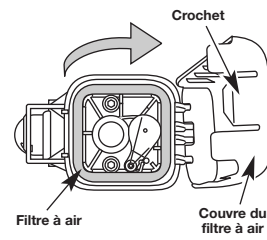
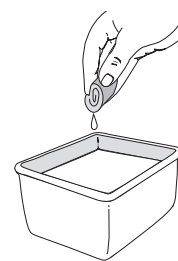

Fig. 21
Fig. 22
REMARQUE : Mesurez la quantité nécessaire à l'aide de la bouteille et de la buse utilisées lors de la mise en service. 90 ml (3,04 oz) correspond environ au haut de l'étiquette de la bouteille (Fig. 22). Vérifiez le niveau d'huile avec la jauge. S'il est trop bas, ajoutez un peu d'huile par l'orifice et revérifiez (Fig. 21). Ne remplissez pas trop.
1. Ouvrez le couvercle du filtre à air. Enfonchez la languette située à droite du couvercle, tirez celui-ci vers vous pour le dégager du boîtier du filtre à air (Fig. 21).
2. Retirez le filtre à air et l'écran derrière lui (Fig. 21).
3. Lavez le filtre dans un mélange d'eau et de détergent (Fig. 22).
La vitesse de ralenti du moteur est réglable à l'aide d'une vis de réglage accessible par un trou situé sur le dessus du couvercle du moteur (Fig. 22).
- Relâchez le levier d'accélérateur et laissez le moteur au ralenti. Si le moteur s'arrête, insérez un petit tournevis à embout cruciforme ou à tête plate dans le trou du couvercle du moteur (Fig. 22). Vissez la vis de réglage de ralenti de 1/8 de tour à la fois (selon le besoin) jusqu'à ce que le moteur tourne au ralenti.